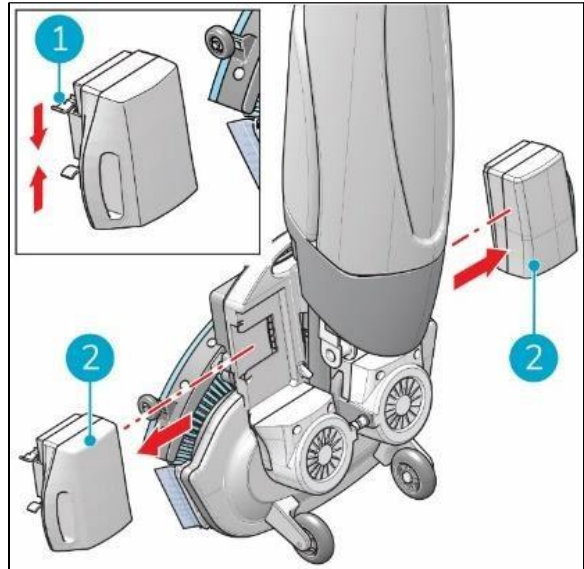

Abbildung 21
3. Drücken Sie die beiden Kunststoffstifte nach innen (Abbildung 21, Pos. 1) und ziehen Sie jeden Akku weg (Abbildung 21, Pos. 2).